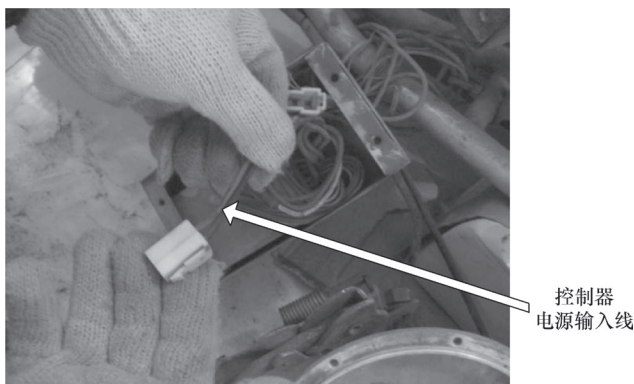

图 7-31 电源输入线
1) 首先打开电源开关, 测得控制器的电源输入线 (如图 7-31 所示) 电压正常。